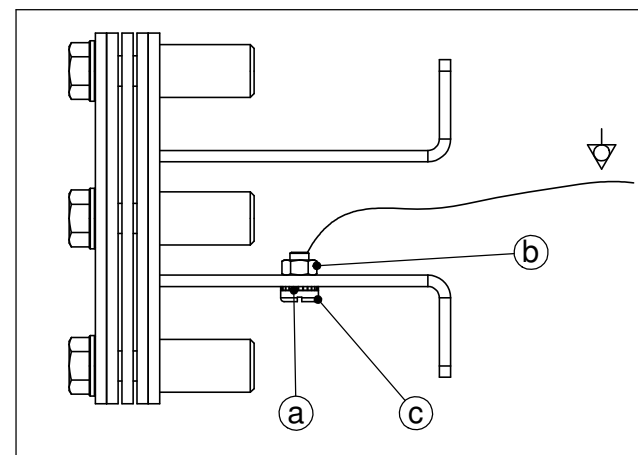

Fig.02
- 3.- Connect the appropriate length cable between the anchor and the pool's equipotential outlet point, using a screw (c), washer (a) and nut (b) (Fig.02).
- 3.- Conectar el cable, de longitud adecuada entre la toma equipotencial de la piscina y el anclaje, mediante tornillo (c), arandela (a) y tuerca (b) (Fig.02).
- 3.- Connecter le câble, de longueur appropriée entre la prise équipotentielle de la piscine et l'ancrage, à l'aide de la vis (c), de la rondelle (a) et de l'écrou (b) (Fig.02).
- 3.- Das Kabel geeigneter Länge zwischen der äquipotentielle Entnahmestelle des Schwimmbads und der Verankerung mit Schraube (c), Unterlegscheibe (a) und Mutter (b) verbinden, wie in der Fig.02 angegeben.
- 3.- Collegare il cavo, di adeguata lunghezza tra la presa equipotenziale della piscina e l'ancoraggio, mediante vite (c), rondella (a) e dado (b) (Fig.02).
- 3.- Conecte o cabo, de comprimento adequado, entre o soquete equipotencial da piscina e a fixação, usando o parafuso (c), anilha (a) e porca (b) (Fig.02).